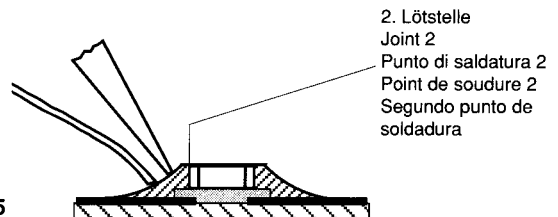

Fig. 5
5. Schritt: Freie Seite löten. Nach dem Erkalten die erste Lötstelle nochmals nachlöten (Fig. 5).
5. Saldare la superfici di contatto libera e, dopo che questa si è raffreddata, saldare nuovamente la superfici opposta (Fig. 5).
5. step: Solder the free end of the CHIP and resolder the first soldering point after it has cooled (Fig. 5).
5. Effectuer la même opération pour l'autre côté. Terminer la première soudure (Fig. 5).
Quinto paso: Soldar la parte libre y, después enfriarse, soldar también la parte opuesta (Fig. 5).